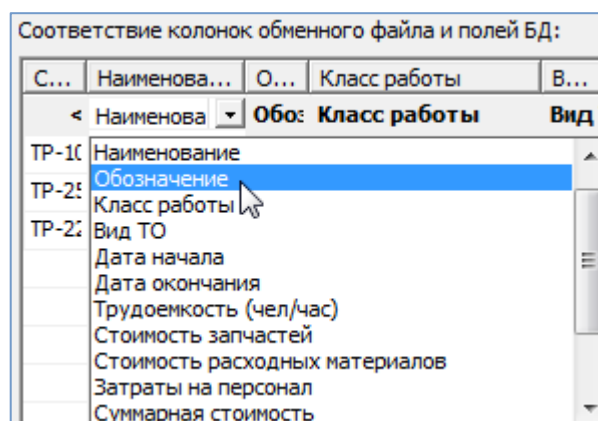

Рис. 27-34 – Установление вручную соответствия колонок в файле и полей БД
– В случае если соответствие между колонками в обменном файле и полями БД не удалось установить автоматически, задайте его вручную. Для этого раскрыть список полей БД, нажав кнопку в правой части ячейки в строке «Поле БД», и выбрать нужное значение (рис. 27-34).